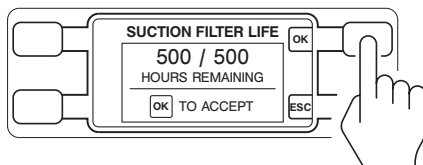

図7 - タイマー数値の承認
6. 表示ボタン (OK) を押して変更を承認します。変更を取り消すには表示ボタン (ESC) を押します (図7)。